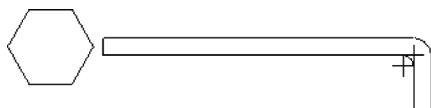

图 3-23 打开模型文件
STEP 01 单击快速访问工具栏中的“打开”按钮，打开模型文件，如图 3-23 所示。